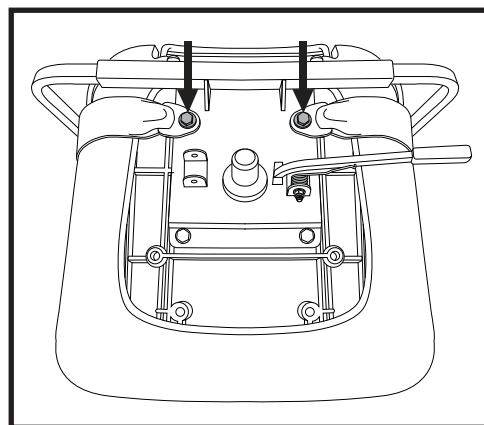

Figura 28. Bulloni per cinture di sicurezza
2. Posizionare la seduta a testa in giù per poter lavorare sulla base della seduta. **Vedere figura 28.**